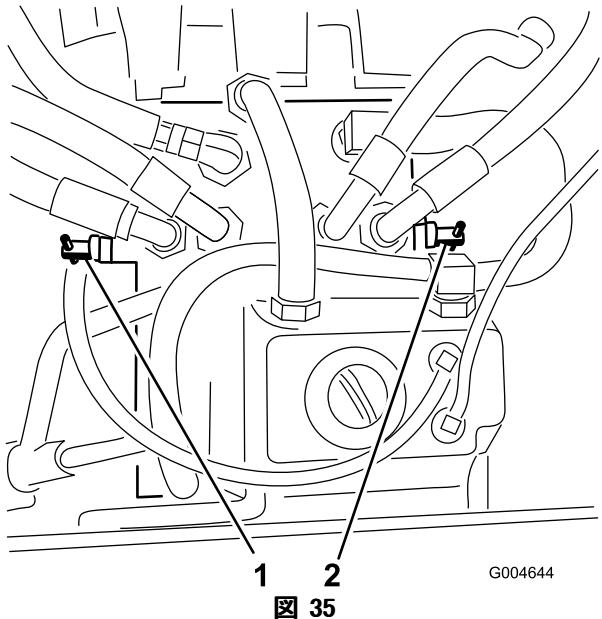

図 35
3. 各バイパス・バルブを左回りに1回転させる(図 35)。
各バイパス・バルブを右回りに1回転させ、手で普通に締めてください（締め付けトルクで約8 N·m (0.8 kg·m)）（図 35）。